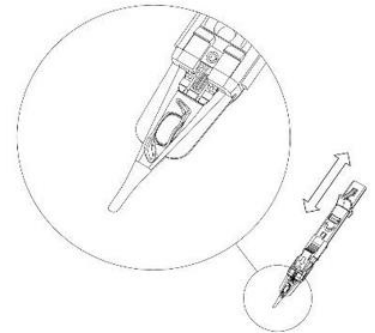

Fig. 7.
10. Quando a LIO atingir as “asas do cartucho”, como mostrado na Fig. 7, pare de empurrar e puxe o êmbolo de volta para o final. Empurre o êmbolo novamente para remover o ar na ponta do cartucho. Insira o injetor no olho e continue empurrando lentamente. Se você sentir muita resistência em qualquer fase da injeção, ou observar uma parte do háptico preso entre a ponta macia vermelha e a parede do cartucho, puxe o êmbolo alguns milímetros para trás e empurre-o novamente para a frente.